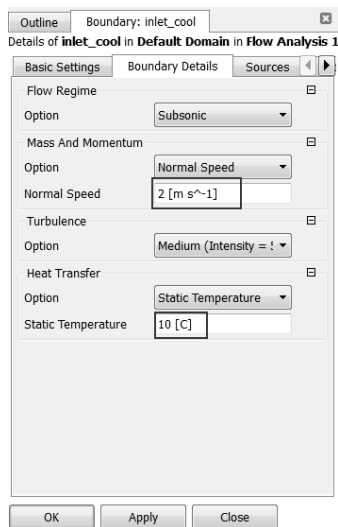

图 17-26 入口设置（3）
Step10 :选择如图 17-26 所示的 Boundary Details 选项卡，在其中做如下设置。